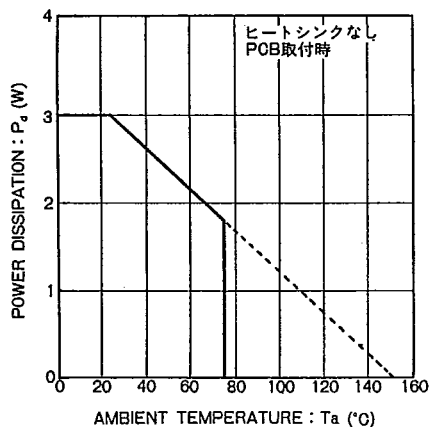

Fig. 3 熱軽減率曲線
6. 直流負荷抵抗  $R_S$  は Fig. 3 の熱軽減率曲線を参照し、許容損失  $P_d$  を越えないように設定してください。許容損失を越えるような使い方をすると、回路が正常に動作しないことがあるので注意してください。